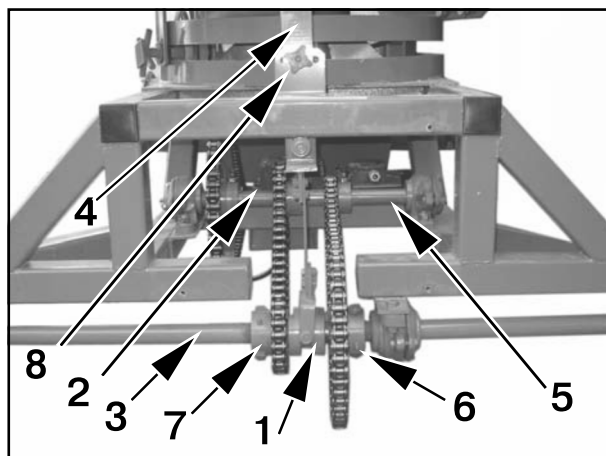
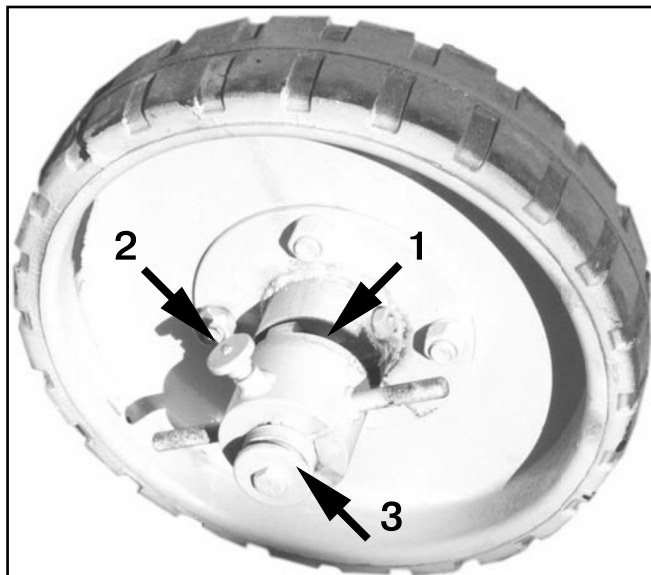

Рис.3
Рис. 4
3.6. Механизм самохода (рис.3) служит для осуществления движения метателя вперед и назад в режимах рабочей и транспортной скоростей, а также отключения трансмиссии от колес при буксировке машины.
6.2. Гайкой 8 (рис.3) растормозите вращение отгрузочного транспортера 2, разверните его в нужном направлении, зафиксируйте.
6.3. При отключенном рубильнике подсоедините питающий кабель к машине и источнику тока, включите рубильник. На пульте управления должна загореться сигнальная лампа. Переключите рычаг 4 (рис.3) управления кулачковой муфтой в крайнее левое положение (рабочая скорость). Сблокируйте заднее левое колесо через муфту колеса 1 (рис.4) с валом, вытянув фиксатор муфты 2. На пульте управления установите переключатель «режим работы» в положение «работа», переключатель «реверс» в положение «вперед». Включите «отгрузочный транспортер», затем «загрузочный транспортер». После этого включите кнопку «самоход».